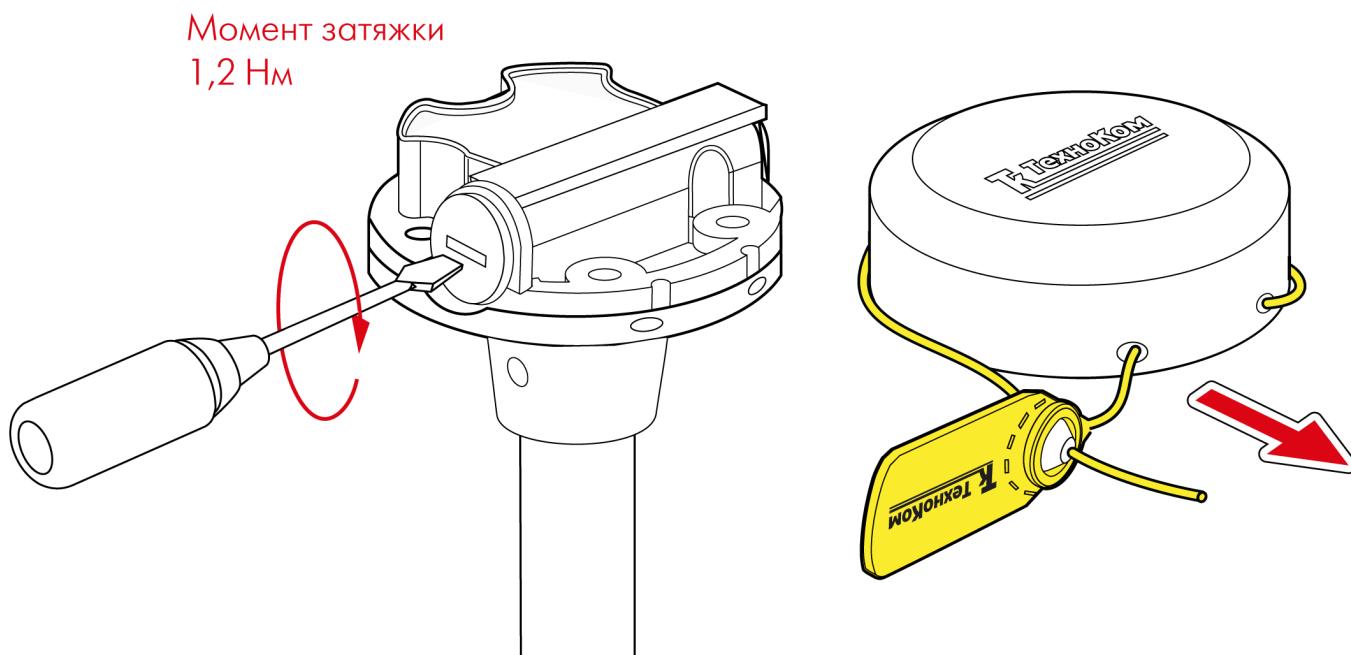

Рис.28. Окончание замены батареи.
5. Закрутить резьбовую заглушку с моментом затяжки 1,2 Нм (Рис.28).
7. Установить на корпус защитную крышку и новую пластиковую пломбу ФАСТ 330 (Рис.28).